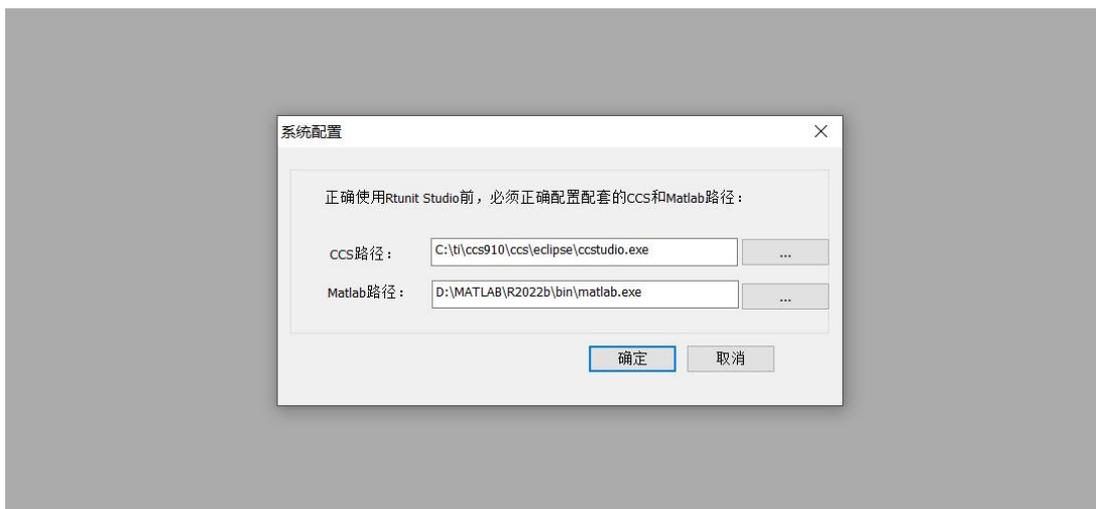
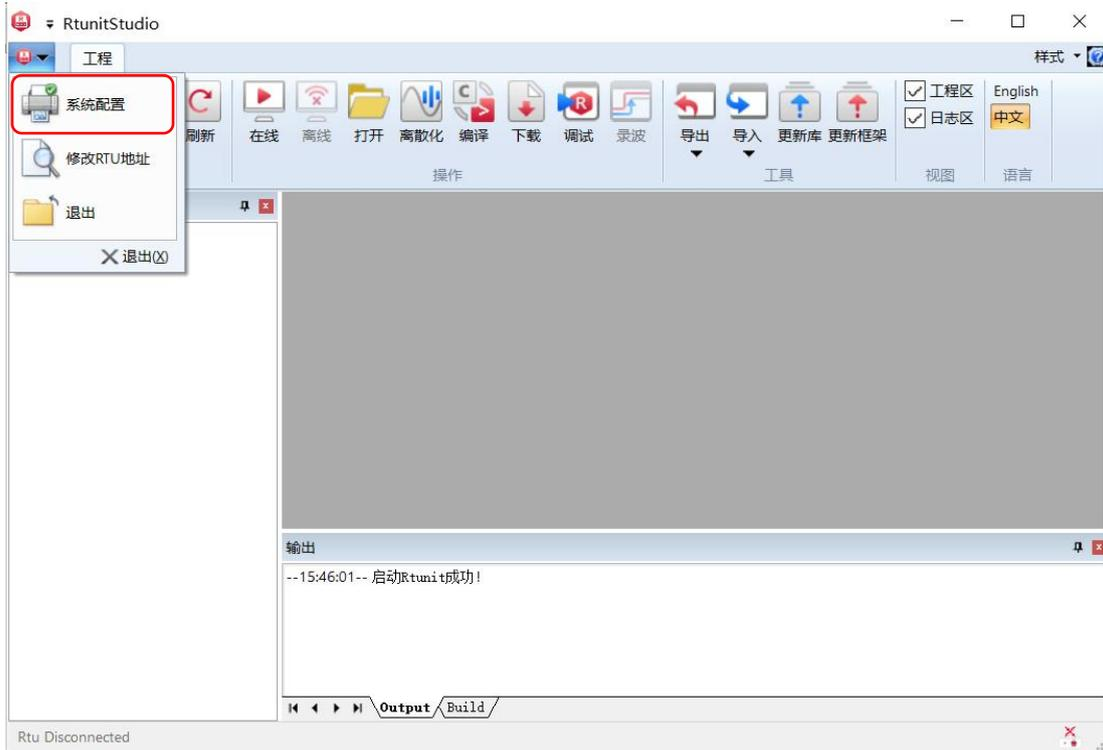

图 3.4 RTUS 安装过程图 4
图 3.5 RTUS 安装过程图 5
3、在弹窗“系统配置”界面配置 Matlab 和 CCS 软件，如图 3.4。若不小心删除此弹窗，则点击左上角图标打开系统配置界面，如图 3.5；